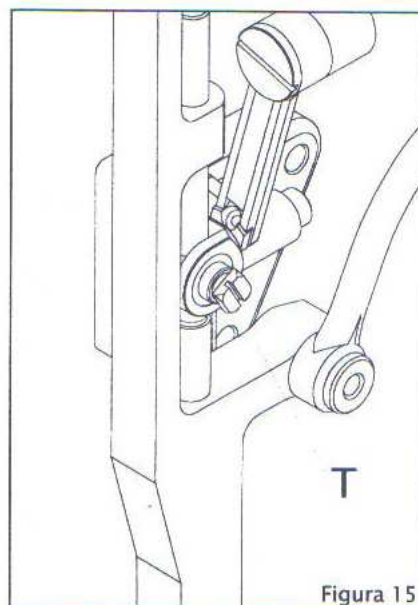

Figura 15
5. Compruebe que la parte superior del pico del garfio queda aproximadamente a 0,5 mm. de la parte superior del ojo de la aguja. En caso necesario, corrija la altura de la barra de aguja, aflojando para ello el tornillo de su bulón conductor (figura 15).